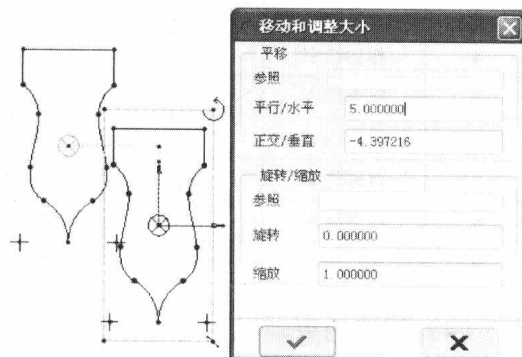

图 1-1-11 复制后缩放及旋转
(5) 复制后缩放及旋转。在 Pro/E 5.0 软件中, 可以在草绘模式下使用复制^①和粘贴^②命令来创建新的图形。操作步骤如下: ①在草绘区域中选择要复制的图形。②单击“复制”按钮^③, 此时系统自动激活“粘贴”按钮^④。③单击^⑤按钮, 并在草绘区域的指定位置处单击, 此时在单击处形成要复制粘贴的图形, 弹出“移动和调整大小”对话框并在图形外围出现操纵框。④拉动操纵标记或在文本框中输入数值进行调整。⑤单击对话框的“完成”图标^⑥。示例如图 1-1-11 所示。
(6) 使用鼠标拖动改变草绘图形。直接在图形区用鼠标拖动草图对象, 也可以改变草图对象的大小和空间位置。可以直接拖动的图元有直线、圆、圆弧和样条曲线等。这种方法操作比较简便, 但不够准确。